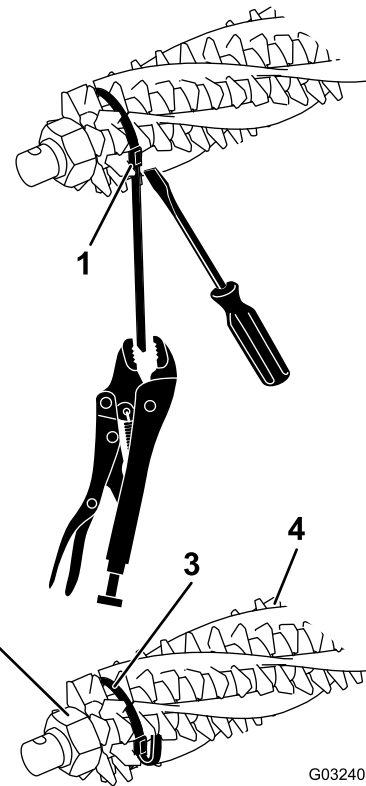
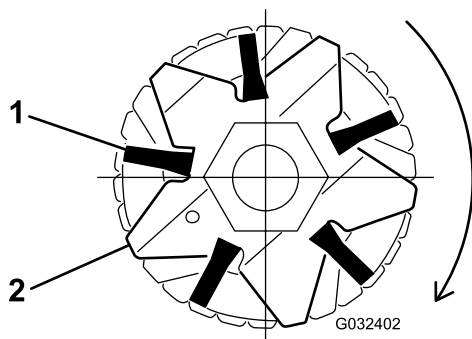

図 15
図 17
2. グルーマシャフトの左右の端で、グルーマブレード保持ナットをゆるめる図 15。
4. ブラシがグルーマ刃のスロットにきちんと入っていることを確認する図 15 と図 17。
5. 図 15 に示すように、グルーマリールのシャフトとブラシにストラップを巻きつけ、ブラシについている溝にストラップを入れる 図 17。
**注** ブルーマのブラシが刃のスロットに正しく嵌まっていない場合には、グルーマシャフトの両端についているグルーマ刃の固定ナットをゆるめ、ブルーマブラシの位置を正しく刃のスロットに調整しなおしてからグルーマブレード保持ナットを締め付ける 図 15。
7. 各ストラップについて、バックルをドライバねじ回しで押えながら、ロックプライヤーでストラップをつかみ、ストラップを引っ張ってブラシの溝に完全に嵌める 図 15。